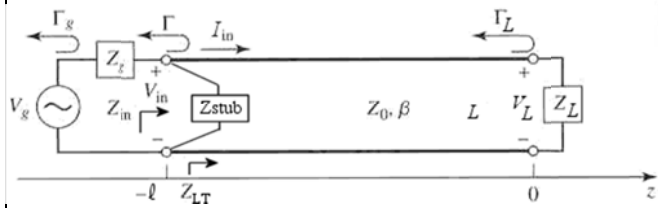

Figura 3: Modelo elétrico equivalente do acoplador da Figura 2.
- Utilizando a Carta de Smith** e com base no modelo elétrico mostrado na Figura 3, determine graficamente as dimensões ℓ_{line} e ℓ_{stub} para que seja maximizada a transferência de potência entre o gerador e o *input port*. Despreze os efeitos reativos da junção T entre *microstrip* e *stub*. Nota: Determine ℓ_{line} tal que $\ell_{\text{line}} \leq \frac{\lambda_g}{4}$.